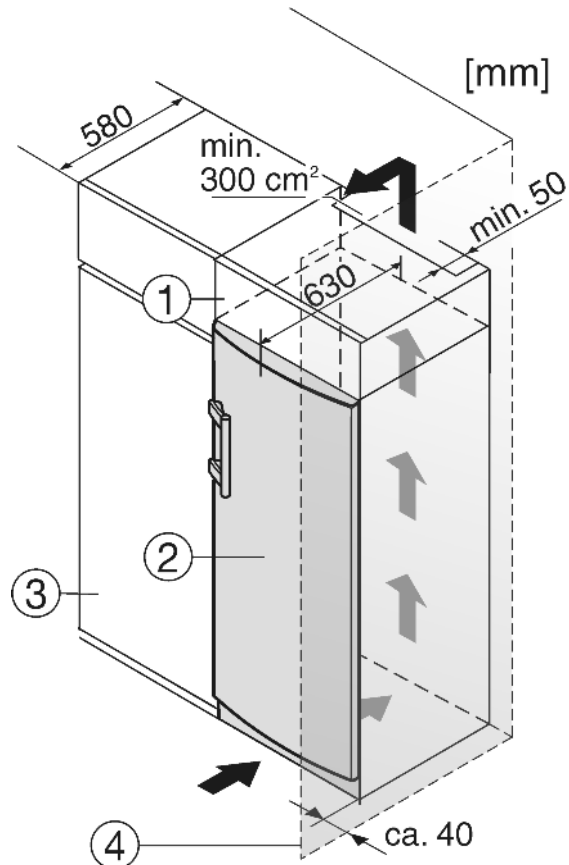

Fig. 8
- (1) Rátétszekrény
- (2) Berendezés
- (3) Konyhaszekrény
- (4) Fal
A készüléket körbe lehet építeni konyhaszekrényekkel. Rá lehet szerelni egy rátétszekrényt Fig. 8 (1), hogy a készüléket Fig. 8 (2) a konyhabútorok magasságához igazítsa.
Ha a készüléket (max. 580 mm mélységű) konyhaszekrényekkel építi körül, akkor közvetlenül a konyhaszekrény Fig. 8 (3) mellé is felállíthatja. A berendezés ajtaja oldalirányban 34 mm, a készülék közepétől 50 mm-rel nyúlik túl a konyhaszekrény előlapjához képest. Így azt kifogástalanul lehet nyitni és csukni.
Mikor a berendezést a csuklópántokkal egy fal Fig. 8 (4) mellett állítja fel, akkor a berendezés és a fal közti távolság legalább 40 mm legyen. Ez nyitott ajtó esetén megfelel a fogantyú túlnyúlásának.